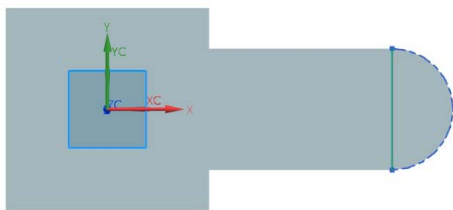

图 3-51 轮廓草图
(3) 绘制如图 3-51 所示的轮廓。单击“完成”图标，草图绘制完毕。